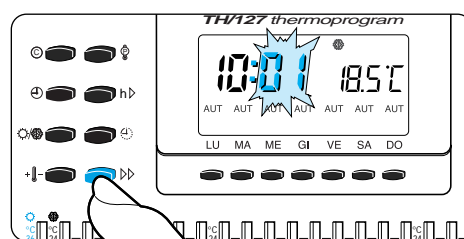

Fig. 15
5.5 - Premere il pulsante \gg sino a che non si raggiunge il valore esatto dei minuti (fig. 15).